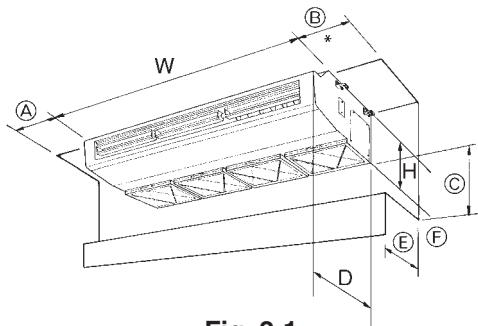

Fig. 2-1
2.1. Ytter dimensioner (Inomhusenhet) (Fig. 2-1)